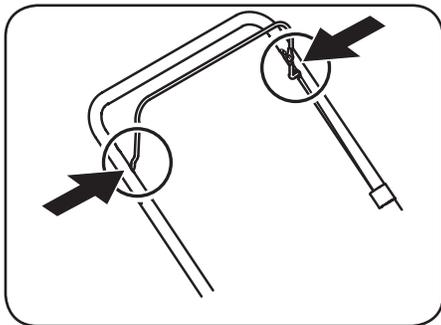

Figure 4-1
1. Lubrifiez les points de pivot de la poignée de commande de la lame au moins une fois par saison avec une huile légère. La commande de la lame doit fonctionner facilement dans les deux sens. Voir la Figure 4-1.